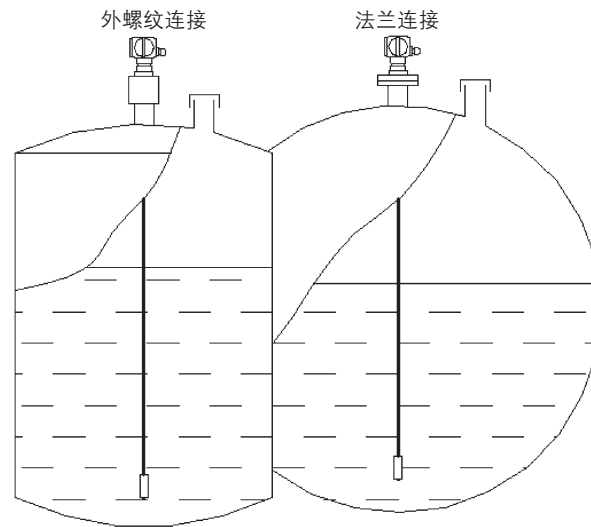
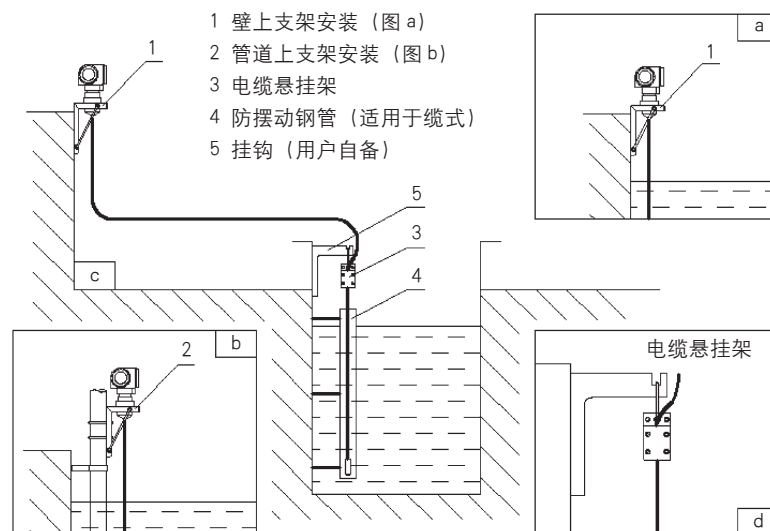

图 7 采用过程连接件安装
图 8 (a ~ d) 采用支架安装或悬挂安装
智能静压液位计各种型式产品均应采用其过程连接件（接口尺寸见表 1）与装有被测介质的容器相连接（如图 7）；水池、水井等贮水、水利设施可选用附件“安装支架”将液位计固定在池（井）壁上或管道上（如图 8-a、图 8-b）
- 可安装防摆动钢管（如图 8-c，内径 $\geq \Phi 60\text{mm}$ ，由用户自备），或将量探头置于容器中远离出水、进水口或搅拌器位位置。亦可根据需要选购配重器。必要时，可利用配重器上的 M8 螺纹孔，安装吊环螺钉（吊环螺钉 M8 GB825-88 为标准件，由用户自备）将测量探头固定在容器底部的工艺装置上。
- 3) 当缆式液位计的测量电缆长度大于 50m 时，测量电缆上将加装“电缆悬挂架”。用户应将随产品提供的绳索一端系在“电缆悬挂架”上，另一端拉至水池（井）上方固定。并应拉紧绳索，使“电缆悬挂架”上方的测量电缆处于松弛状态（如图 8-d）。亦可利用“电缆悬挂架”上 3 个安装孔用“沉头自攻螺钉”将其固定在水池（井）上方适当位置。